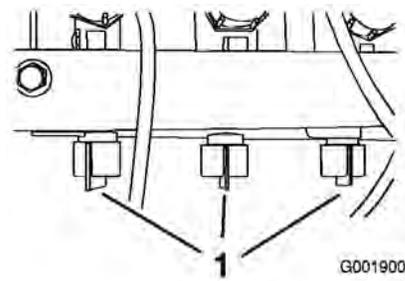

図 40
12. OFF にしたブームのバルブの下についているバイパス・バルブ（図 40）を使って、上記手順 9 で設定した水圧と同じ水圧に調整する。